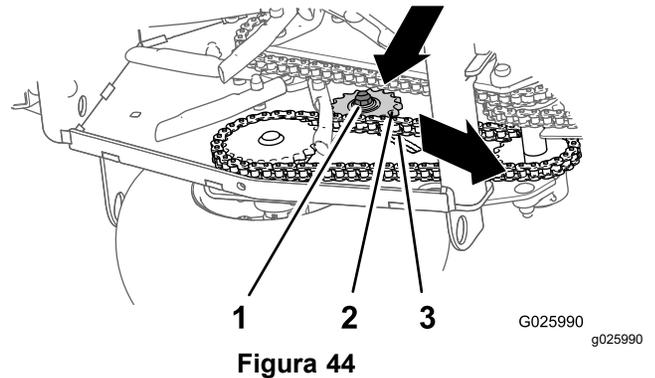

Figura 44
3. Compruebe la tensión de las cadenas de las ruedas motrices (Figura 44).
- Afloje la contratuerca y el perno de cuello cuadrado que sujetan el piñón del tensor (Figura 44).
- Presione hacia abajo y hacia adelante sobre el piñón para aumentar la tensión de la cadena, según se muestra en la Figura 44.